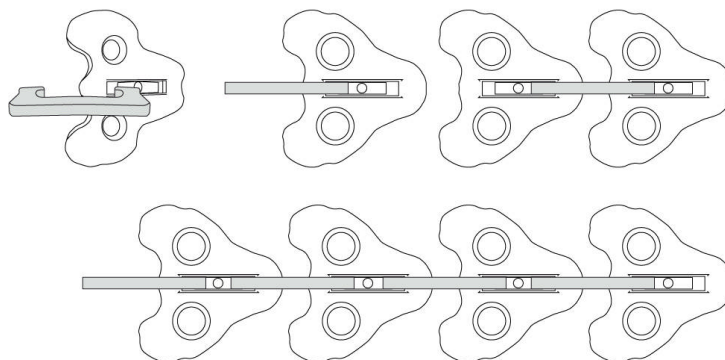

Fig. 1
4. Beginnen Sie die Montage des Antirutschgeräts mit der Kachel (A) in die das Bindeglied (B) gelegt wird (Fig. 1.). Setzen Sie die Montage der Kette fort so dass Sie von der anderen Seite des Bindeglieds noch eine Kachel (A) legen und so abwechselnd ein langes Bindeglied (B) oder ein kurzes Bindeglied (C) gebrauchen bis alle Elemente verbraucht wurden.